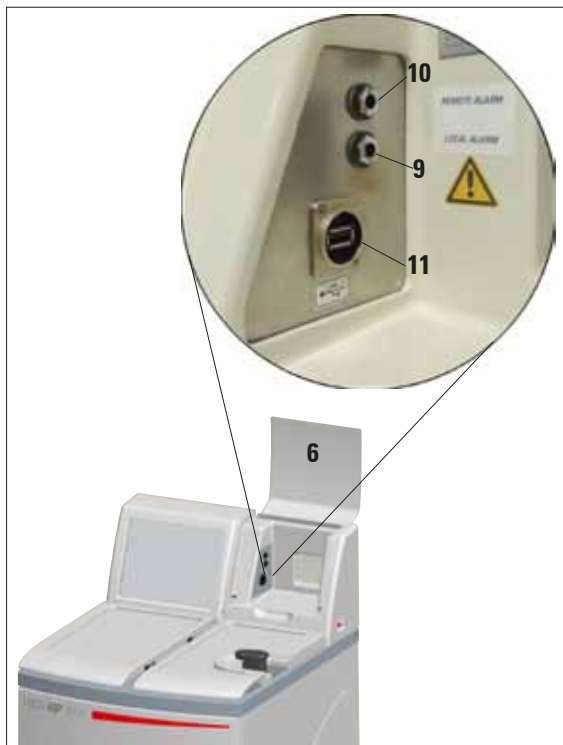

Fig. 8
Collegare il sistema di allarme locale o quello remoto con lo spinotto jack a poli fornito (34) ( $\varnothing$  6,3 mm) alle prese previste (9, 10 in fig. 8).